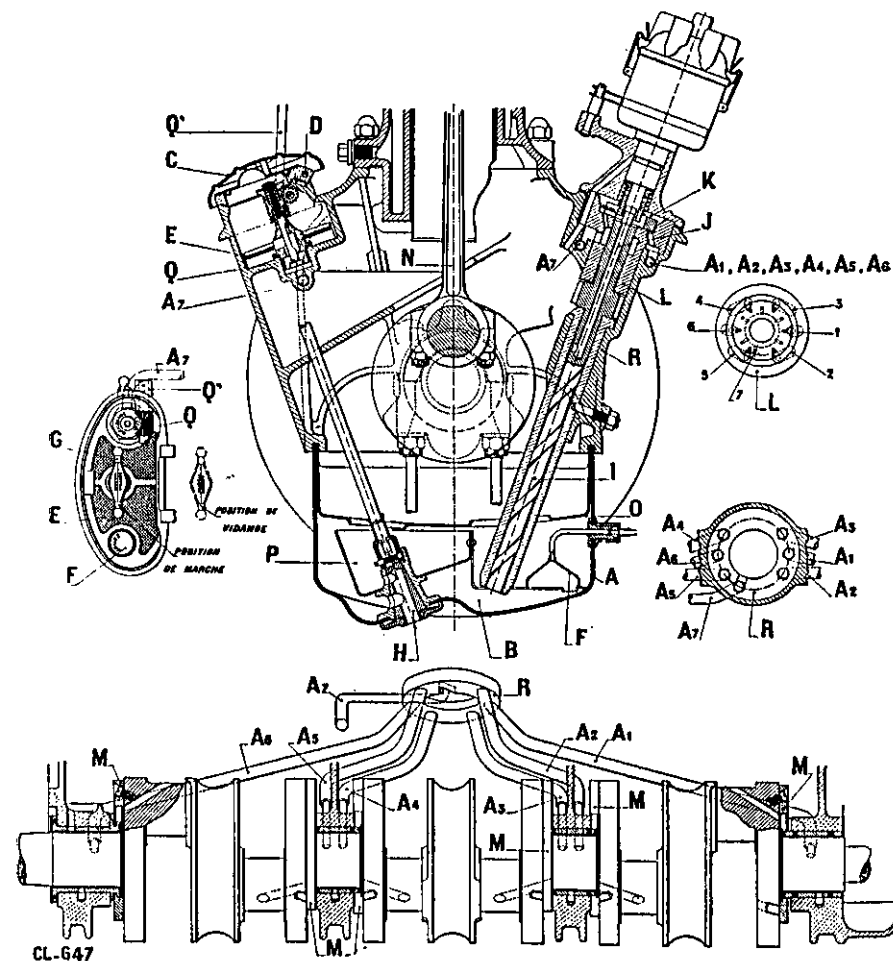

Fig. 27. — SCHÉMA DE GRAISSAGE DU MOTEUR.
**Moteur.** — Renouveler l'huile tous les 1500 à 2000 km environ en été et un peu plus souvent en hiver ou quand on emploie de l'essence lourde. Vider l'huile usagée en manœuvrant la barrette G qui commande le robinet H (fig. 27); pour assurer une vidange complète, la faire de préférence lorsque le moteur vient de tourner et est encore chaud de façon à bien évacuer toutes les boues et impuretés qui ont pu se déposer (pour vidanger moins d'huile, il est bon de profiter d'un moment où le réservoir n'est pas plein). Compléter la vidange par un lavage du réservoir, en versant du pétrole par le couvercle C. Après avoir laissé le pétrole s'égoutter, refermer le robinet H en ramenant la barrette G à la position marche et introduire environ 7 litres d'huile neuve par le couvercle C. Employer de l'huile demi-épaisse.
**Réglage du graissage du moteur.** — Un bouton moleté S (fig. 27) est placé à gauche sous le couvercle de remplissage et porte l'indication : « graissage » et « maxi ».